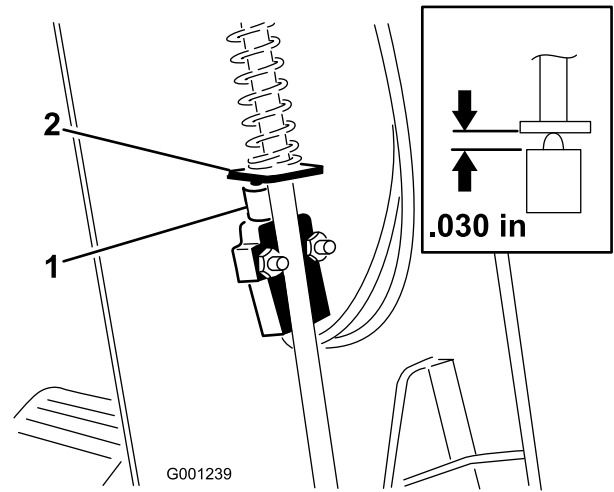

Figura 62
3. Faça deslizar a cobertura para cima, ao longo da coluna de direção, de modo a expor o interruptor do TRAVÃO DE ESTACIONAMENTO (Figura 62).
5. Alinhe a aleta da barra do travão de estacionamento com o êmbolo do interruptor (Figura 62).
6. Pressione a barra do travão de estacionamento para baixo e empurre para cima o interruptor até que o comprimento da mola em compressão do êmbolo do interruptor seja de 0,76 mm (Figura 62, em destaque).